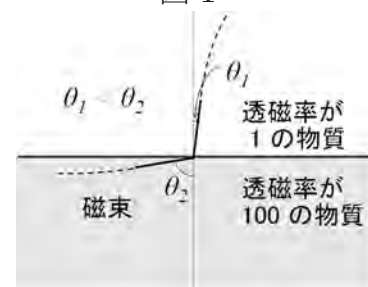

図2
- iii) 透磁率の異なる物質の界面では磁束は図2のように曲がります ($0 < \theta_1 < \theta_2 < \pi/2$ または $0 = \theta_1 = \theta_2$)。